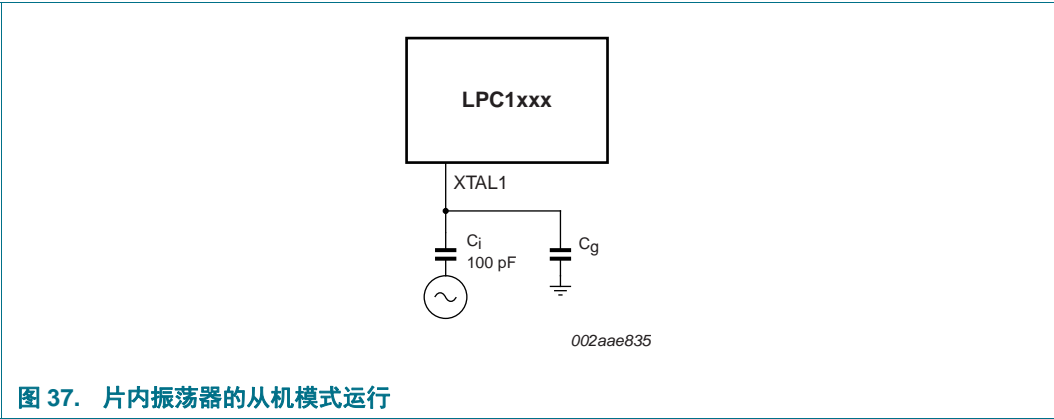

图 37. 片内振荡器的从机模式运行
- 在从机模式下，输入时钟信号应通过 100 pF 的电容（图 37 中的 CC）进行耦合，振幅至少为 200 mV (RMS)。在此配置下， XTAL2 引脚可断开。